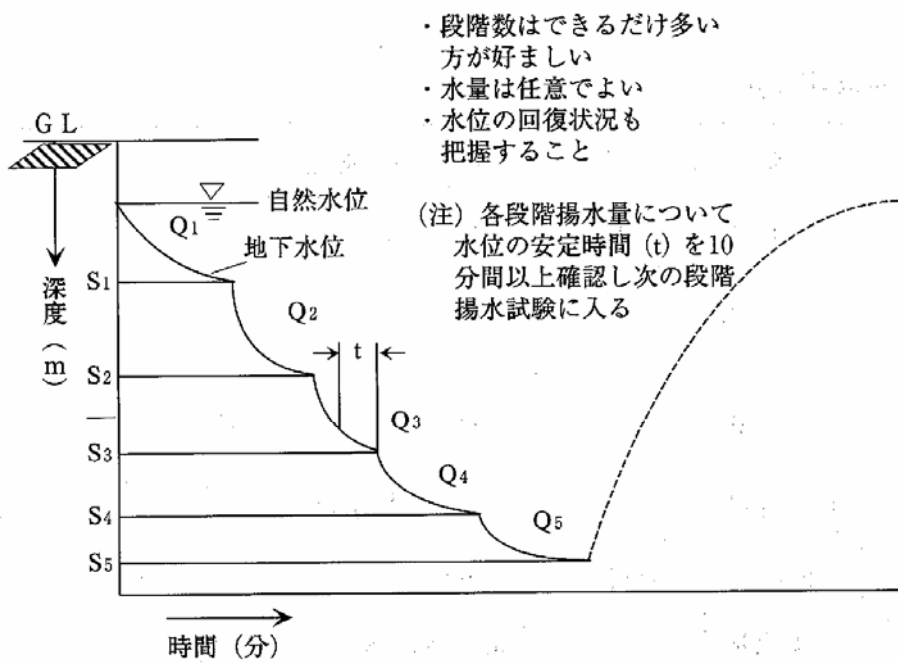

図14-1 段階揚水試験の例
段階的かつ連続して揚水量を増加させながら、水位の降下の程度を確認する。(図 14.1 参照)
2. 揚水試験の結果は、別紙揚水試験記録表(図 14.1 参照)に記録し時間と水位の相関グラフを作成する。